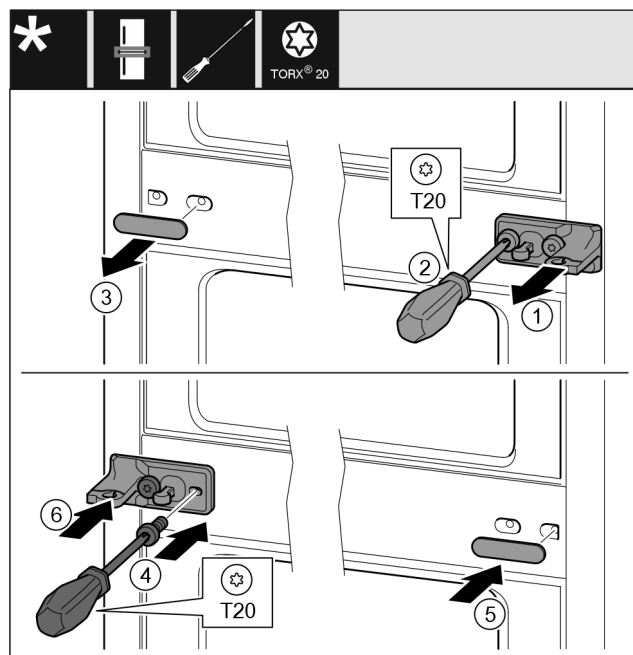

Fig. 33
- Skinite podložnu pločicu. Fig. 33 (1)
- Odvijačem T20 odvijte vijke. Fig. 33 (2)
- Oprezno skinite pokrov. Fig. 33 (3)
- Čvrsto zavijte podložak ležaja s folijom okrenuto za 180° na drugoj strani. Fig. 33 (4)
- Postavite pokrov okrenut za 180° na drugoj strani. Fig. 33 (5)
- Natakните podložnu pločicu s prednje strane. Fig. 33 (6)